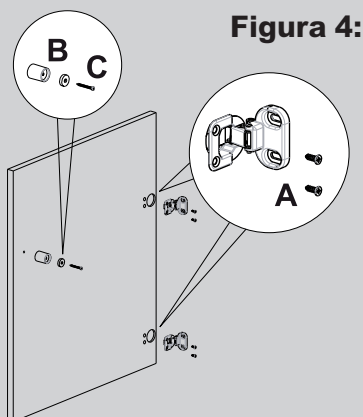

Figura 5:
- Monte la placa (D) en el lado derecho o izquierdo, de acuerdo con los requisitos de instalación (figura 5).
- Coloque el soporte de plástico (E) debajo de la placa y fíjelo en posición con el tornillo (F) (figura 5).
- Coloque la tapa a presión (G) en la parte inferior (figura 5).